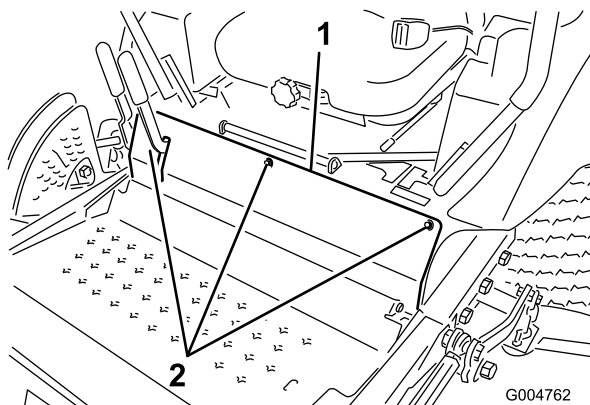

Figura 7
12. Retire los 3 tornillos de montaje de la cubierta delantera, y retire la tapa (Figura 7).